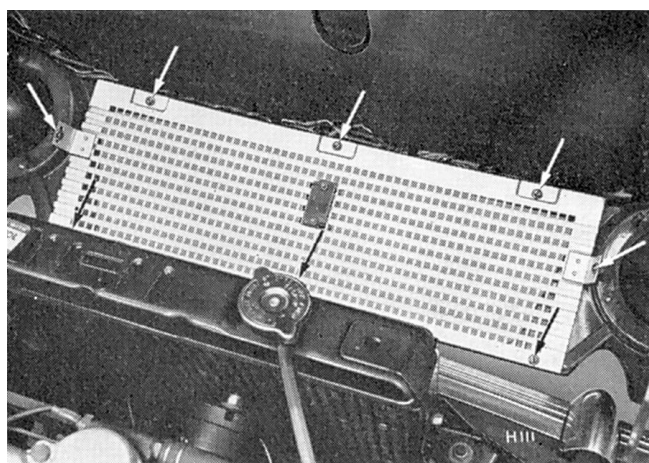

Fig. 16. Fixations de calandre (Vitesse 6)
**13/60 et Vitesse 6****Dépose** (Figs. 16 et 17)
Sur le modèle Vitesse 6, démonter huit vis et rondelles (flèche Fig. 16).